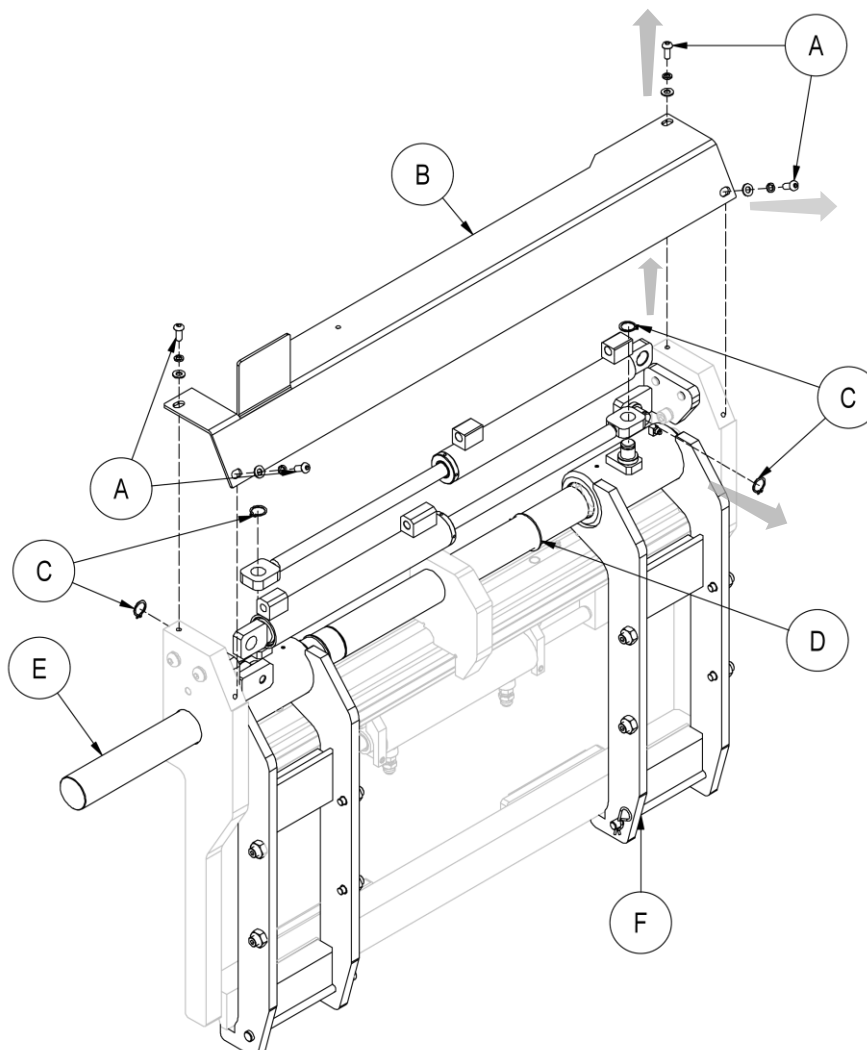

Abbildung 20
6. Lösen Sie den Gummiring **D**, der die Stange blockiert und ziehen Sie sie aus ihrer Aufnahme so weit weg, dass ausreichend Platz ist, um das Futter auf derselben Seite zu entfernen (siehe *Abbildung 20*).
7. Klopfen Sie sanft mit einem Gummihammer die Stange **E** heraus (siehe *Abbildung 20*).
8. Entfernen Sie ganz vorsichtig das Futter **F** (siehe *Abbildung 20*).